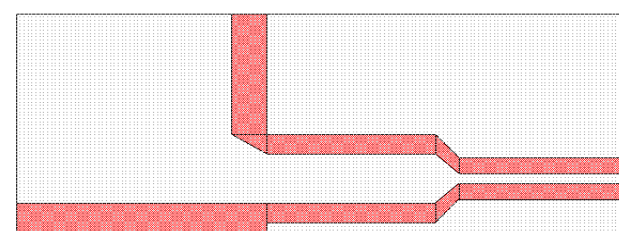

Рис. 6.107
12. Щёлкните по значку **Polygon** на панели инструментов. Поместите курсор на левый нижний угол вновь созданного проводника и щёлкните левой кнопкой мышки, переместите курсор на правый нижний угол вновь созданного проводника и щёлкните левой кнопкой мышки, переместите курсор на левый нижний угол верхнего горизонтального проводника и дважды щёлкните левой кнопкой мышки (рис. 6.107).